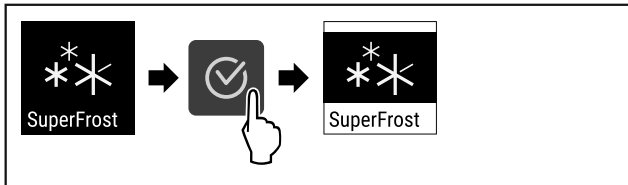

Fig. 65
- ▶ Efectuați pașii de acțiune (vezi Fig. 65).